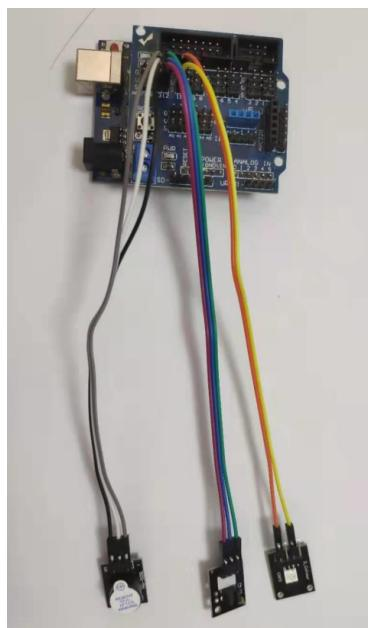

图 31.2: 实验接线图
- (1) 按照如图31.2所示的方式完成接线;
- (2) 打开 Arduino IDE，输入程序;
- (3) 检查无误后上传程序;
- (4) 遮挡光电传感器的光槽，观察 LED 灯与蜂鸣器的变化。